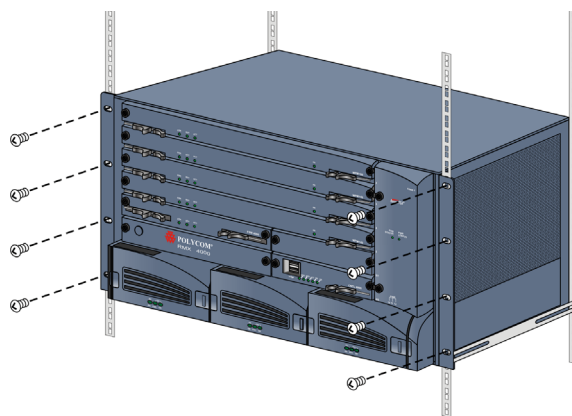

Figure 1-3 Montage en rack du RMX 4000
- 3 Fixez le RMX sur le rack en vissant les 8 vis dans les orifices prévus à l'avant du boîtier, comme illustré dans la Figure 1-3.
- 4 Fixez le RMX sur le rack en vissant les 8 vis dans les orifices prévus à l'avant du boîtier, comme illustré dans la Figure 1-3.